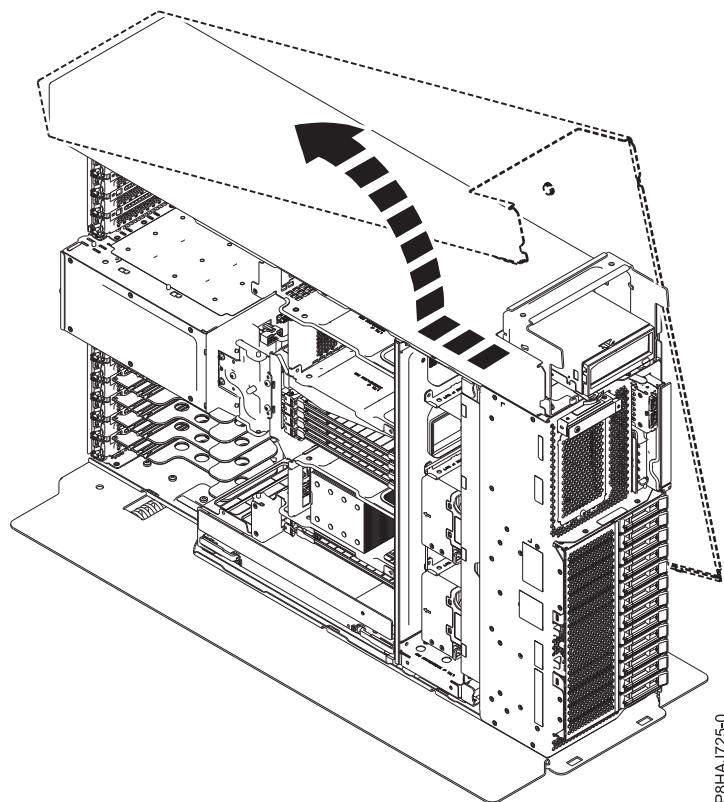

Figura 32. Removendo a tampa lateral do 8286-41A
5. Arraste a tampa lateral para fora do sistema na direção que é mostrada no Figura 32.